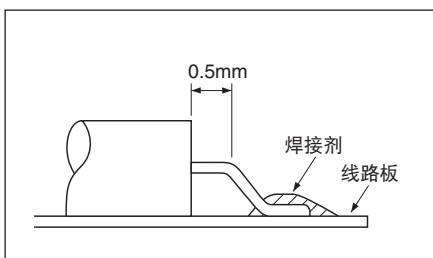
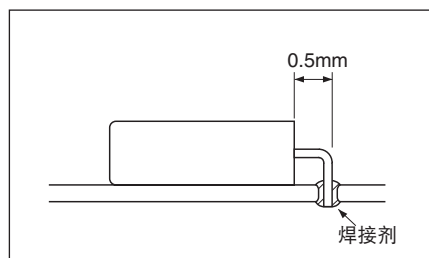

图5
图6
(1) 将导脚弯曲之后并进行焊接时,导脚上要留下离外壳0.5mm的直线部位。如果不留出导脚的直线部位而将导脚弯曲,有可能导致玻璃的破碎(参阅图5和图6)。